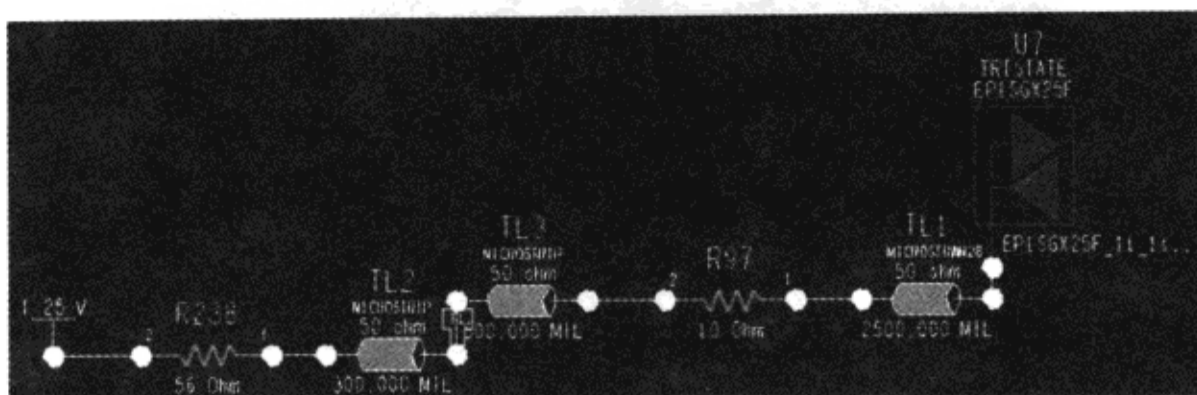

图 3-9-23 删除部分拓扑模型
(4) 删除拓扑结构中属于 PCB “ddr\_module.brd” 的部分的拓扑模型及单线连接器模型，如图 3-9-23 所示。